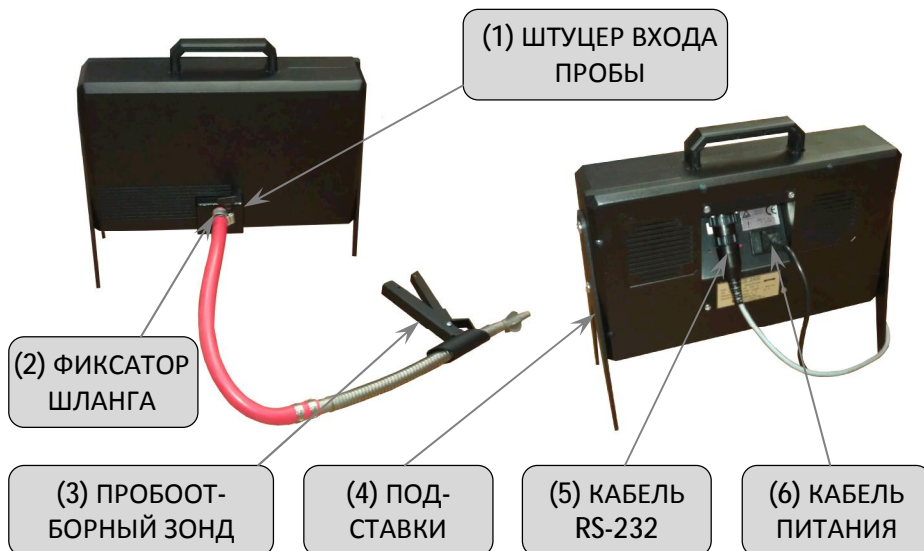

Рисунок 2. ДЫМОМЕР.
- Установить ДЫМОМЕР на горизонтальной поверхности, предварительно прикрутив к корпусу подставки (поз.4 рис.2).
- Подсоединить шланг пробоотборного зонда к штуцеру входа пробы (поз.1,2 рис.2) на ДЫМОМЕРЕ.
- Подключить кабель RS-232 на задней панели ДЫМОМЕРА (поз.5 рис.2).
- Подключить к разъему на задней панели кабель питания от сети 220В (поз.6 рис.2).